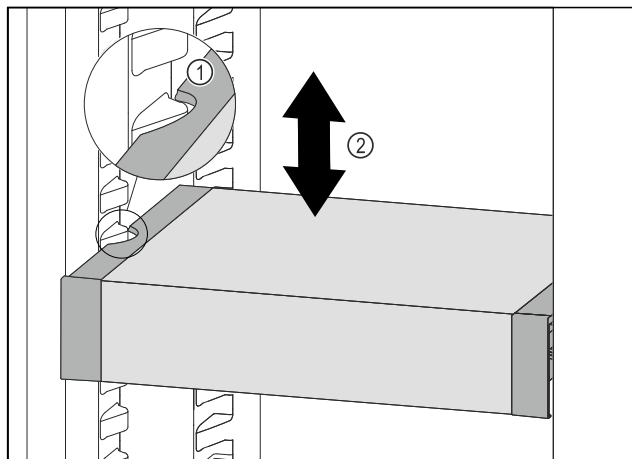

Fig. 108
- Tirare VarioSafe in avanti fino a quando le cavità laterali di VarioSafe non si trovano al livello della nervatura del contenitore nel vano frigorifero. *Fig. 108 (1)*
- Spostare VarioSafe verso l'alto o verso il basso nel vano frigorifero fino a raggiungere l'altezza desiderata. *Fig. 108 (2)*